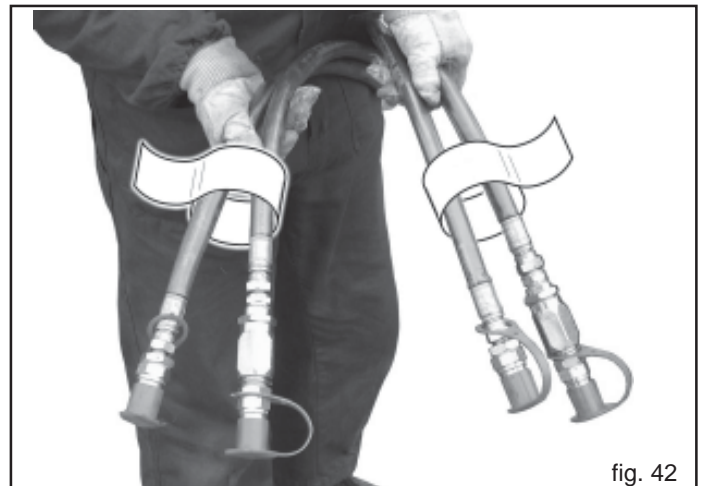

fig. 42
- 4) Collegare correttamente i tubi oleodinamici ai distributori del trattore seguendo l'indicazione riportata su ogni tubo (Fig. 42).